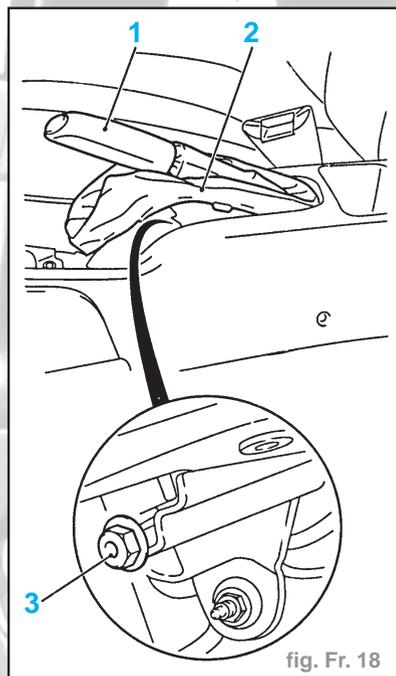

fig. Fr. 18
- Dégrafer le soufflet du levier du frein à main (2) de la console centrale (fig. Fr. 18).